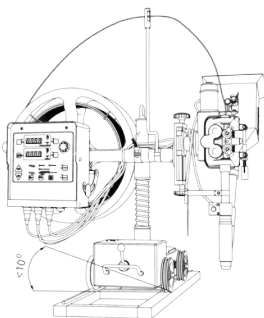

Рис. 8.13. Предельный наклон сварочного трактора.
- Наклон сварочного трактора не должен превышать  $10^\circ$  (см. рис. 8.13).